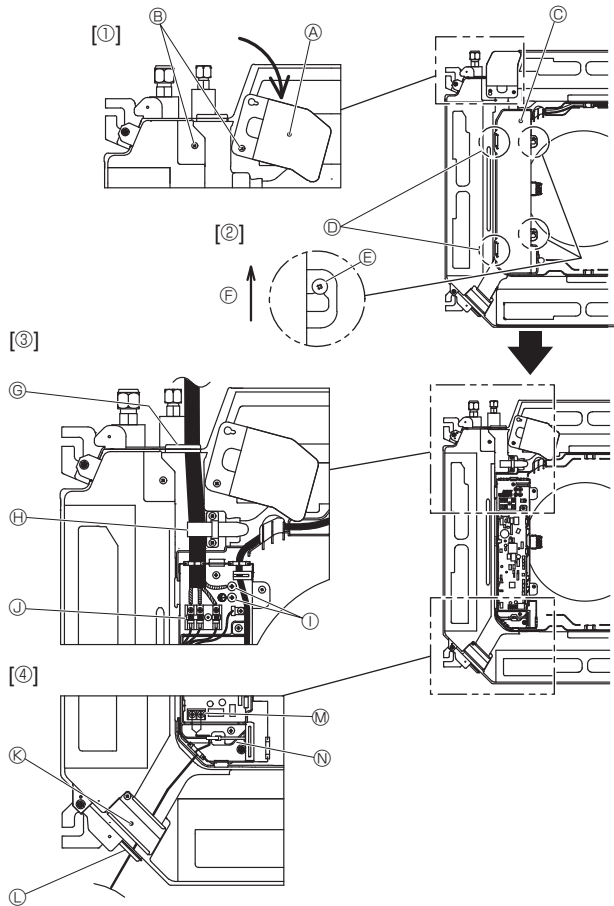
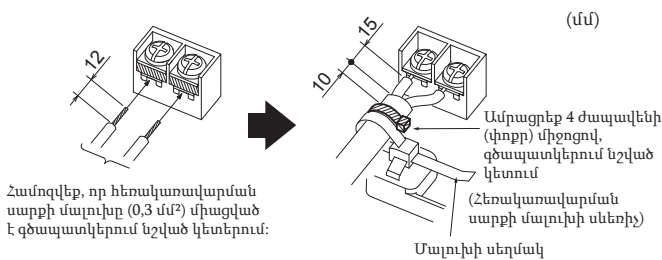

Fig. 6-1
Fig. 6-3
6.1. Ներքին բլոկ (Fig. 6-1)
1. Թուլացրեք էլեկտրալարերի սպասարկման վահանակն ամրացնող երկու պտուտակները, ապա շրջեք էլեկտրալարերի սպասարկման վահանակը: [Fig. 6-1 ①]
2. Թուլացրեք էլեկտրական տուփի կափարիչն ամրացնող երկու պտուտակները, ապա շրջեք էլեկտրական տուփի կափարիչը: [Fig. 6-1 ②]
3. Էլեկտրասնուցման մալուխը, ներքին/արտաքին բլոկերի միացման մալուխը և հողանցման լարը անցկացրեք գծապատկերում նշված էլեկտրալարերի ներանցքերի միջով: [Fig. 6-1 ③]
Եթե հնարավոր չէ օգտագործել կլոր մատնեքավոր սեղմակներ, տե՛ս Fig. 6-3 - 6-6: Միացման համար տե՛ս 6.1.1. և 6.1.2.:
4. Հեռակառավարման սարքի մալուխը անցկացրեք գծապատկերում նշված էլեկտրալարերի ներանցքերի միջով: [Fig. 6-1 ④, Fig. 6-3]